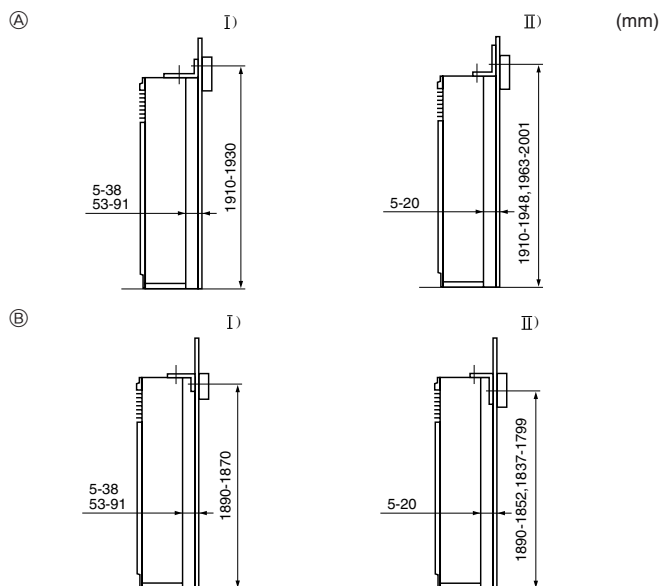

Fig. 3-3
Fjern de selvskærende skruer ② og monter beslaget igen som vist på tegningen. Se Fig. 3-3 vedrørende korrekt monteringsafstand.
- Ⓔ Fjern skruen ⑩ og træk gitteret fremad for at fjerne det.
3.3. Montering af beslaget til forhindring af væltning (Fig. 3-3)